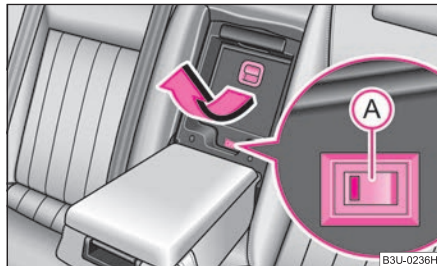

Fig. 74 Minibar
- Tirare la maniglia ⇒ fig. 74 e ruotare il coperchio verso il basso.
- Il minibar si inserisce e disinserisce con l'interruttore (A) ⇒ fig. 74. Il suo inserimento è segnalato dall'accensione della spia dell'interruttore.